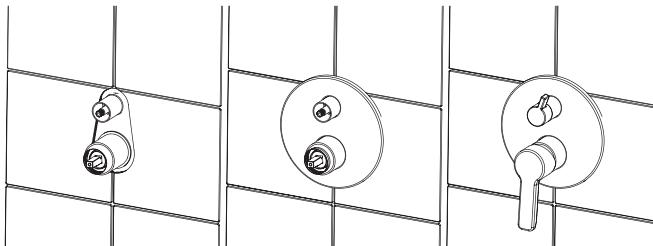

Рис. 7 / 7 сур.
6. После окончания отделки стены пластиковые колпаки снимаются, устанавливаются декоративная панель, ручки корпуса и дивертора (рис. 7).